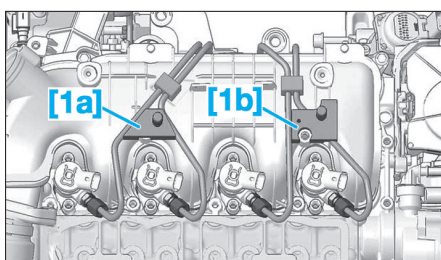

Fig. 40
- Ne serrer les canalisations haute pression au couple lorsque l'ensemble est en place utiliser les outils [1a] et [1b] (Fig.40).